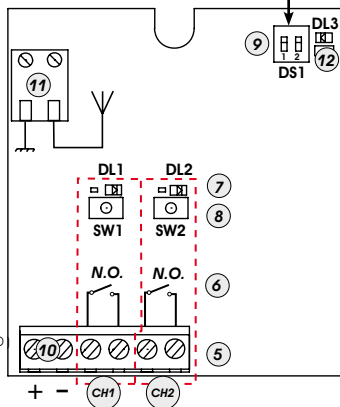

Fig.1
- 2) Presione 1 segundo el pulsador del receptor (Fig.1 ref. ⑧), correspondiente al canal al que se quiere asociar el radiomando.
- 3) El diodo correspondiente en el receptor (Fig.1 ref. ⑦) empieza a destellar lentamente durante 5 seg.
- 5) El diodo (Fig.1 ref. ⑦) del receptor se encenderá con luz fija durante 1 segundo y seguidamente se apagará, lo que indica que la memorización se ha llevado a cabo.